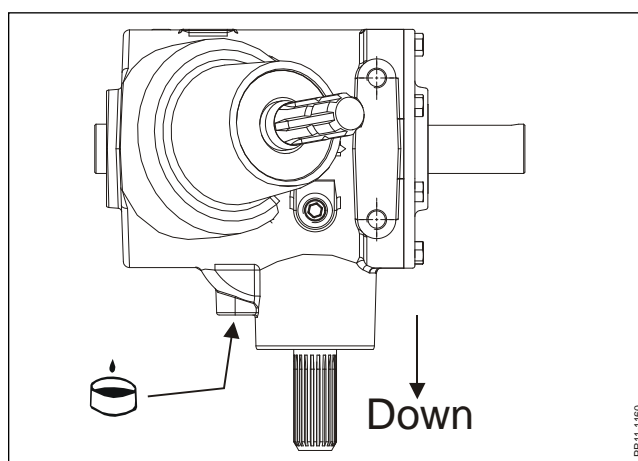

Fig. 4-8
- Fig. 4-8 Vidange:** La première vidange doit être effectuée après 50 heures de travail et ensuite toutes les 500 heures ou au moins une fois par saison.